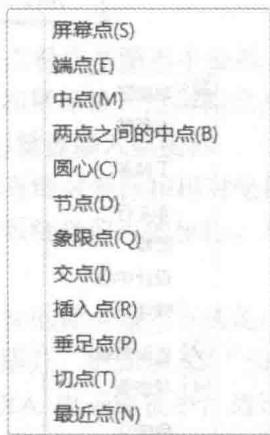

图 1-12 工具点菜单
(3) 工具菜单 CAXA 的工具菜单包括工具点菜单和拾取元素菜单。在立即菜单环境下，巧用空格键，会在屏幕上弹出一个选项菜单，如图 1-12 所示，该选项菜单被称为工具点菜单。在实际设计工作中，利用工具点菜单可指定特征点进行捕捉。